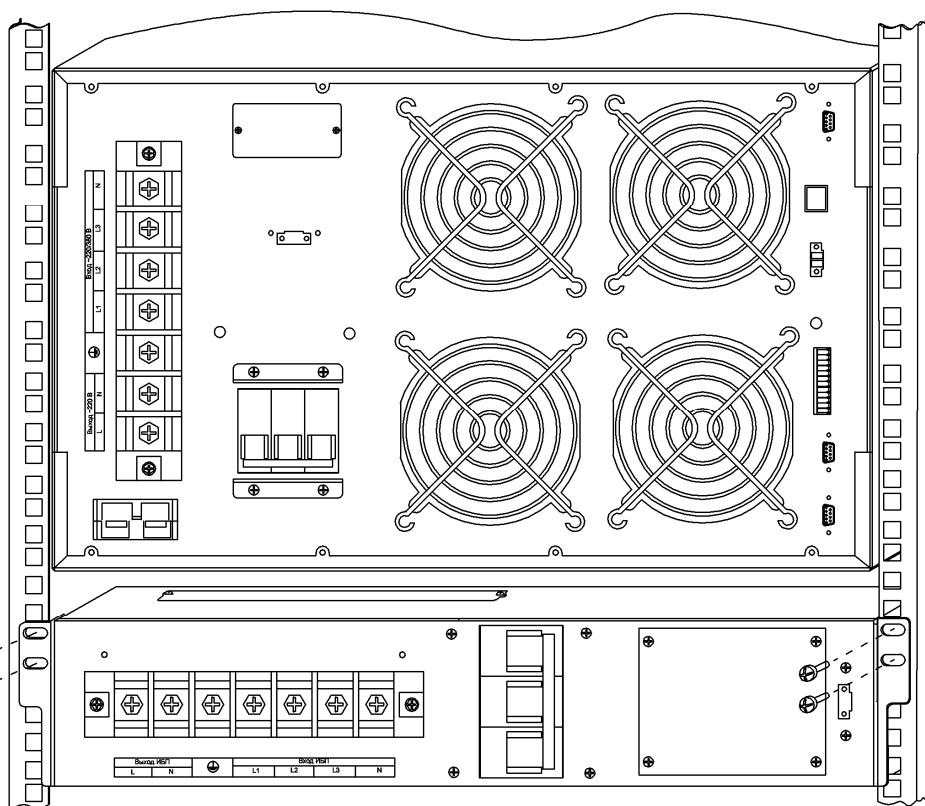

Рисунок 5 – Порядок установки модуля MBS 3/1 15-20К в стандартный шкаф или стойку для телекоммуникационного оборудования шириной 19 дюймов
**7.1.3** Установку модуля в шкаф следует производить в следующей последовательности (рисунок 5):